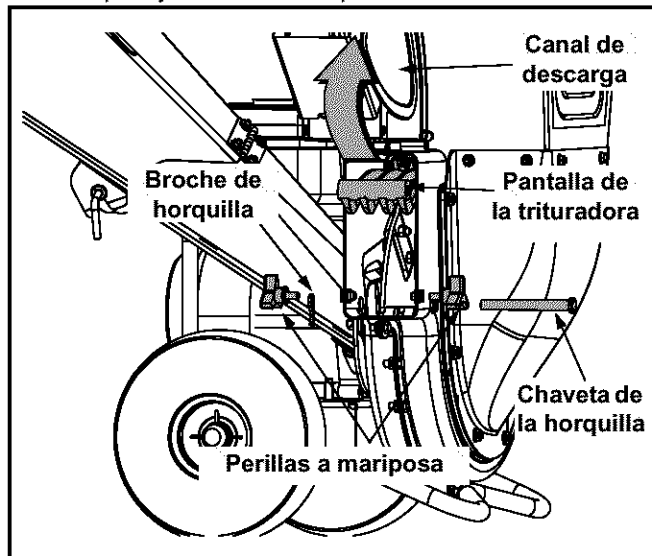

Figura 12
- Saque las perillas a mariposa de ambos lados del canal de descarga y gírelo hacia arriba. Ver Figura 12.
- Saque el broche de horquilla de la chaveta que se extiende a través de la caja del motor y de la pantalla de la trituradora. Ver Figura 12. Retenga la chaveta de horquilla y el broche de orquilla.